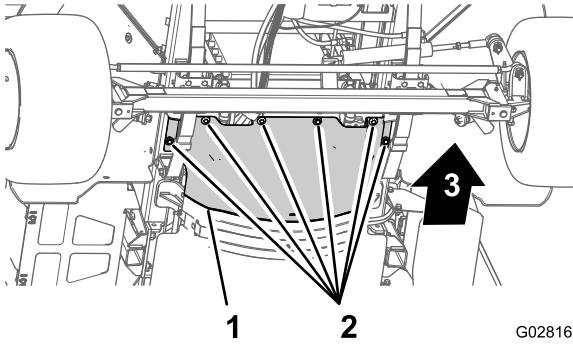

Figura 3
3. Retire os 6 parafusos de cabeça hexagonal e as 6 anilhas que fixam a proteção térmica dianteira ao chassis e retire a proteção (Figura 3).